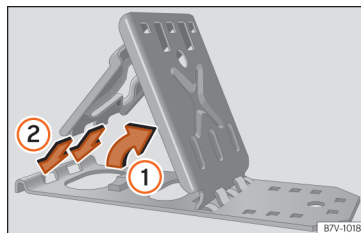

Abb. 40 Clappkeile ausklappen.
- Stützplatte anheben »» Abb. 40 ①.
- Beide „Nasen“ der Fixierungsplatte ganz in die Langlöcher der Stützplatte stecken ②.